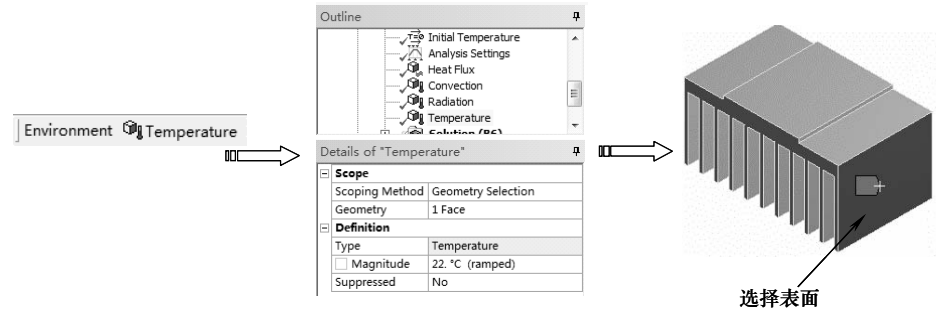

图 11-16 施加温度
(1) Temperature (温度) 温度通过作为自由度约束施加到点、边、面或体上，如图 11-16 所示。